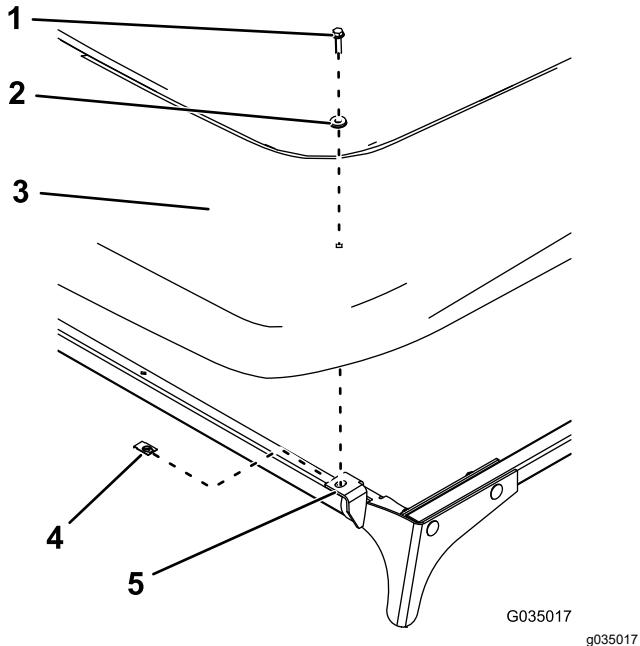

Figura 64
1. Instale el toldo a las placas delanteras con 2 clips, 2 arandelas sellantes y 2 pernos hexagonales con arandela prensada ($\frac{1}{4}$ " x 1"), tal y como se muestra en Figura 64.